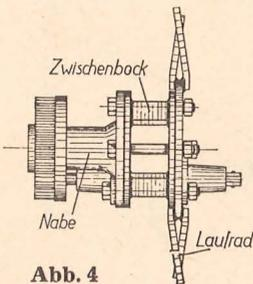

Abb. 4
9. **Spurverbreiterung (um 140 mm)** — ermöglicht ein genaues Fahren der Maschine in Reihenkulturen. Bei Düngerstreuern mit eisenbereiften Holzrädern ist eine Spurverbreiterung durch einseitigen Austausch des Achshalters (5/23) mit Achsschenkel (11/15) nur bei den Typen HDG 1 und 2 möglich. Bei gummibereiften Düngerstreuern erfolgt die Spurverbreiterung durch Anbringen je eines Zwischenbockes zwischen Nabenflansch und Lauftrad auf beiden Seiten der Maschine (siehe Abb. 4).